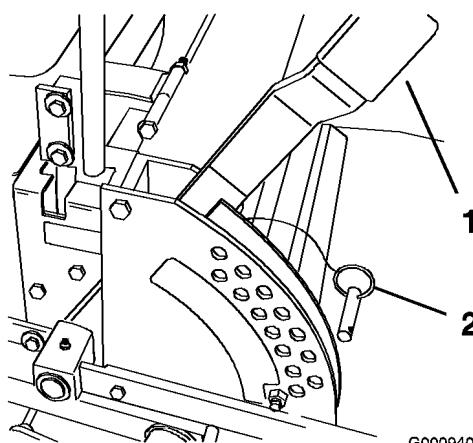

Figura 19
- Levante la palanca de ajuste de la altura de corte a la posición de transporte (que es también la posición de altura de corte de 114 mm) (Figura 19).
- Para ajustarla, retire el pasador del soporte de altura de corte (Figura 19).
- Seleccione un taladro del soporte de altura de corte que corresponda a la altura de corte deseada, e inserte el pasador (Figura 19).